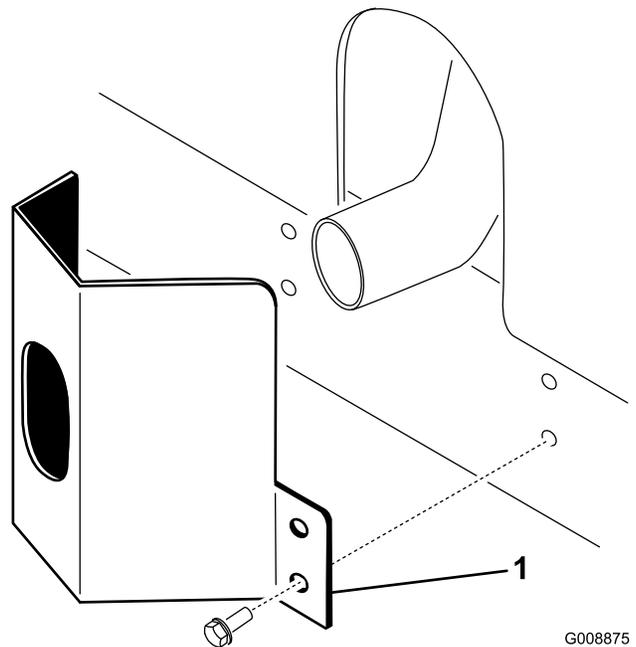

图 11
1. 将排气护罩放到消声器旁边同时将安装孔与机架中的孔对齐 (图 11)。
2. 用 4 个自攻螺丝将排气护罩固定到机架上 (图 11)。